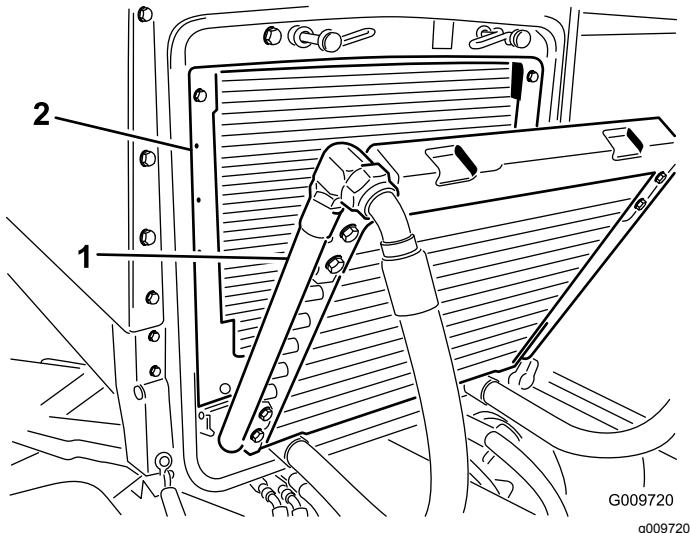

Bild 57
4. Reinigen Sie beide Seiten des Ölfilter- und des Wasserkühlerbereichs (Bild 57) gründlich mit Druckluft.